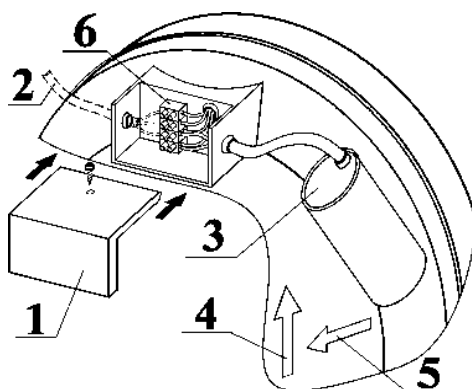

Рис. 3
- з) кратковременным включением двигателя проверить соответствие направления вращения рабочего колеса направлению стрелки (рис.3, поз. 4) на корпусе.